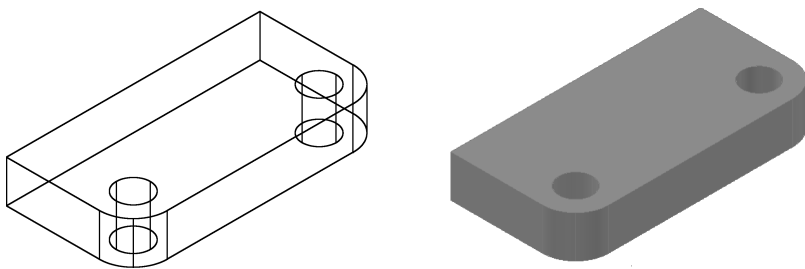

图 9-23 生成螺栓孔
4) 在功能区单击“常用”选项卡→“实体编辑”面板→“差集”按钮 , 将绘制的两个圆柱体从长方体中减去, 以生成螺栓孔, 如图 9-23 所示。